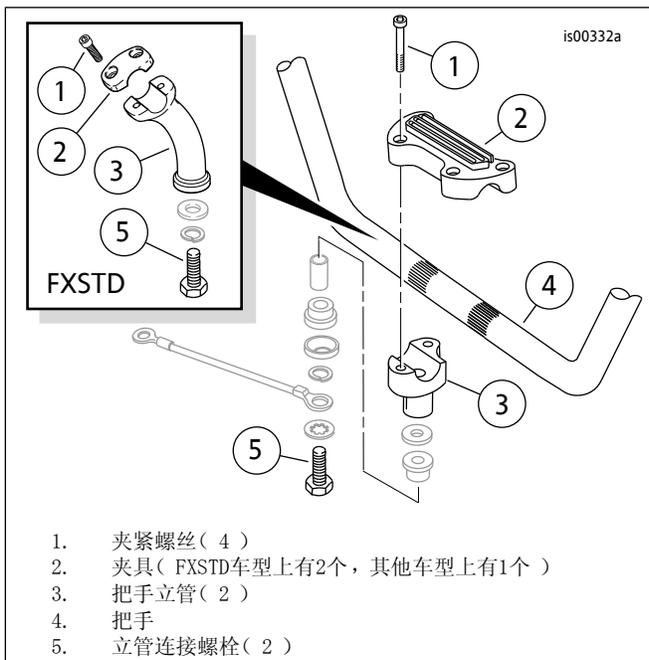
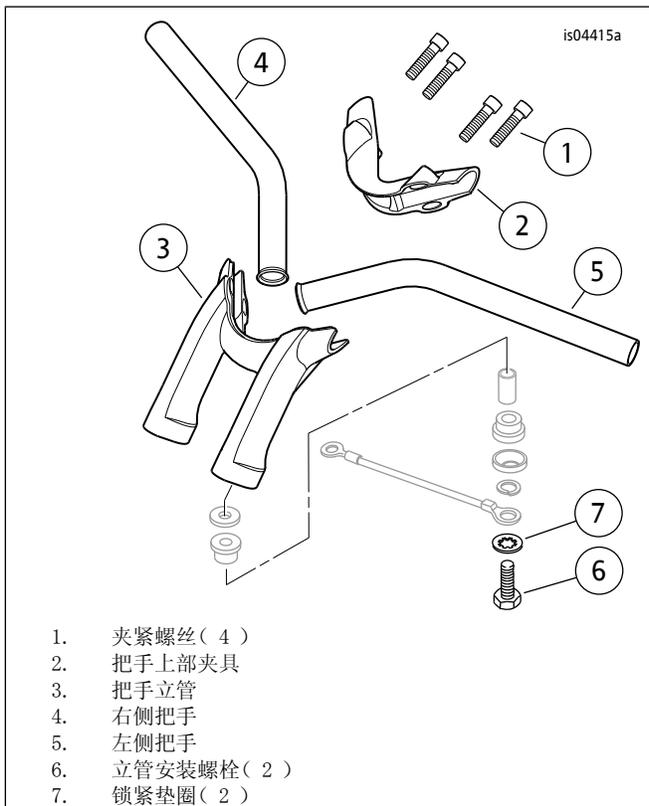

图1。把手夹和竖管（Dyna和Softail车型）
图2。把手夹和竖管（Rocker车型）
12. 对于除Rocker(FXCW/C)之外的所有戴纳和软尾车型：参见图1。拆下并丢弃螺丝(1)、上夹具(2)和车把(4)。有关Rocker(FXCW/C)车型：请参阅图2。拆下将上部把手夹(2)固定到立管(3)四个内六角凹头螺丝(1)并丢弃。拆下夹具并丢弃。从摩托车拆下把手(4和5)。
14. 对于除Rocker (FXCW/C) 之外的所有戴纳和软尾车型：参见图1。从上部叉支架下方拆下两个立管安装螺栓（5）。拆下把手立管（3）并丢弃，但保留其余立管隔离五金件以便随后安装。有关Rocker (FXCW/C) 车型：请参阅图2。从上部叉支架下方拆下两个立管安装螺栓（6）和锁紧垫圈（7）并丢弃。拆下把手立管（3）并丢弃，但保留其余立管隔离五金件以便随后安装。对于所有戴纳和软尾车型：继续执行“新把手内部线路”。